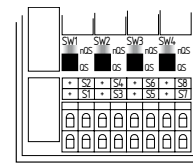

Abb. 5
- Pos. QS (unten) (siehe Abb. 5): querschlosssicher, geeignet für zweikanalige Applikationen ohne potenzialbehaftete Ausgänge in den Ansteuerkreisen und Applikationen mit potenzialbehafteten Ausgängen mit positivem und negativem Potenzial in den Ansteuerkreisen.